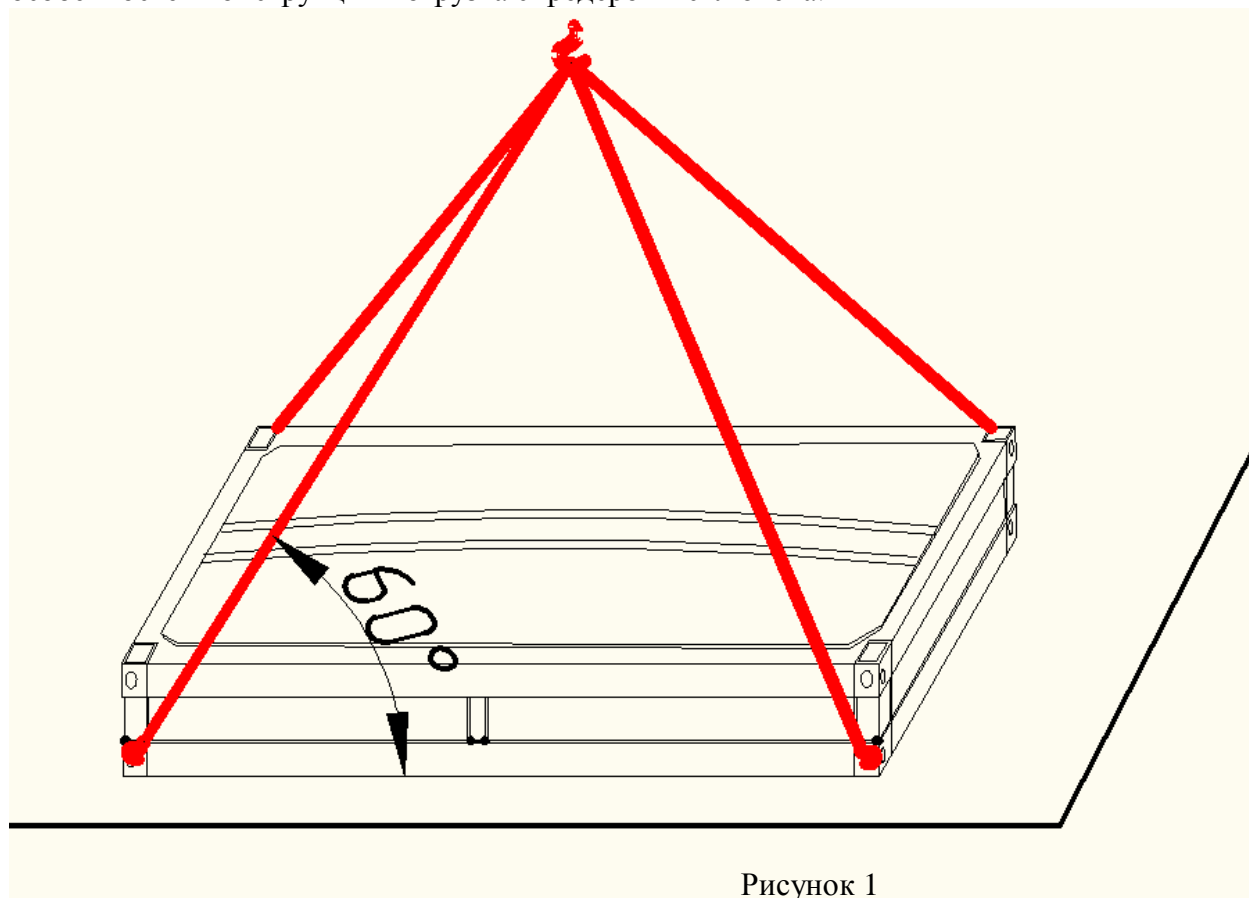

Рисунок 1
Не допускать перемещение транспака и его конструктивных элементов волоком без использования соответствующих транспортных приспособлений или устройств. Поднимать при помощи крана грузоподъемностью не менее 3-х тонн, угол между подъемным тросом и горизонтом должен составлять минимально 60° (рис.1) . Из-за особенностей конструкции погрузка спредером исключена.
2. Контейнеры можно грузить при помощи подъемника или крана грузоподъемностью не менее 3 тонны. Тросы должны быть закреплены к угловым отверстиям контейнера. Угол между тросом и горизонтом должен составлять минимально 60 град. (Рис. 1)